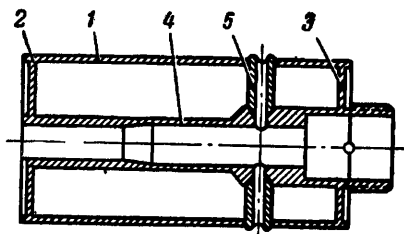

Рис. 5. Корпус гранаты (в разрезе):
13. В дне и крышке **корпуса** (рис. 5) закреплен ствол. Выступающий из корпуса конец ствола имеет: внутри — патронник для помещения запала, снаружи — резьбу для навинчивания рукоятки. В средней части ствола имеются два отверстия для выхода пороховых газов в случае падения гранаты дном на мягкий грунт.